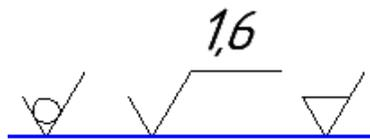

Рисунок 57. Примеры обозначения шероховатости в КОМПАС.
**Шероховатость** - позволяет размещать на графических объектах (или на их продлении) знаки шероховатости (рис.57).